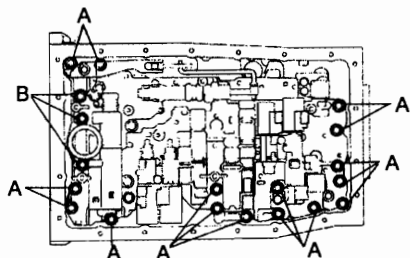

图 12-1-157
(1) 如图 12-1-157 所示, 拆下 19 个螺栓, 拆下变速器阀体总成。
- (7) 如图 12-1-157 所示, 安装两个螺栓和换挡电磁阀 SR, 螺栓的拧紧力矩为 $6.4\text{N}\cdot\text{m}$ 。
- (8) 安装变速器阀体总成。
②如图 12-1-157 所示, 安装 19 个螺栓, 螺栓 A 的长度为 25mm, 螺栓 B 的长度为 36mm, 螺栓的拧紧力矩为 $11\text{N}\cdot\text{m}$ 。